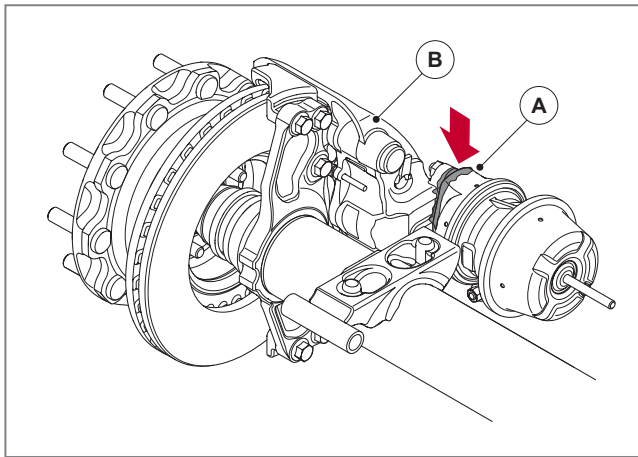

Abb. 43 - Dichtflächen von Bremszylinder und Bremssattel
Reinigen Sie insbesondere um die Dichtflächen von Bremszylinder (A) und Bremssattel (B), um sicherzustellen, dass beim Entfernen des Bremszylinders kein Schmutz in den Mechanismus eindringt, *siehe* ► **Abb. 43**.